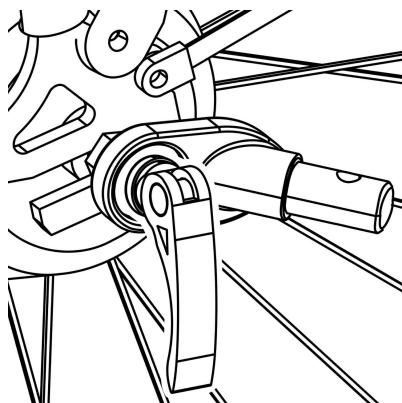

Figura 11
1. Eje de liberación rápida: Retire el mecanismo de liberación rápida del lado izquierdo del eje trasero de la bicicleta. Instale el enganche entre el cierre rápido y el marco. Apriete el cierre rápido siguiendo el manual del fabricante de la bicicleta. El enganche puede permanecer en la bicicleta cuando se retira el remolque (Figura 11).